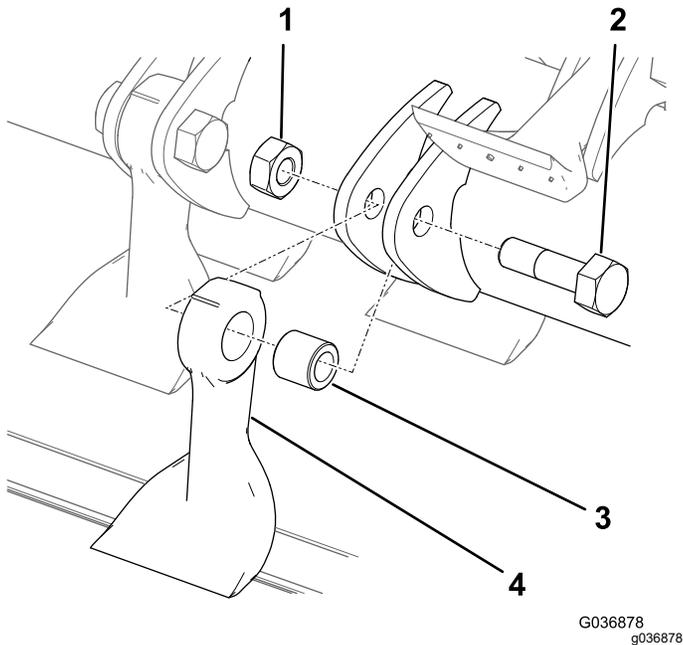

Figura 74
8. Afferrando la lama con un panno o un guanto imbottito, rimuovete il dado, il bullone, la boccola e la lama (Figura 74).
10. Montate una nuova lama e boccola con un nuovo dado e bullone della lama (Figura 74).